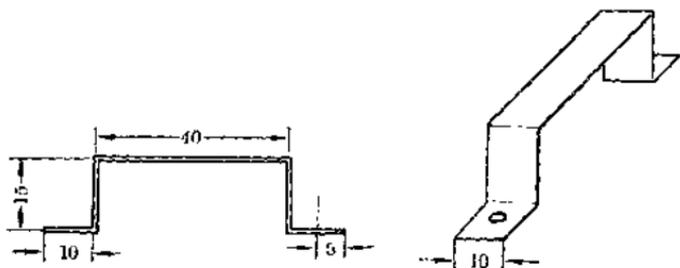

图 4
4. 用薄铁片做 4 个固定卡子。见图 4。先打好固定螺钉孔，再弯形状。